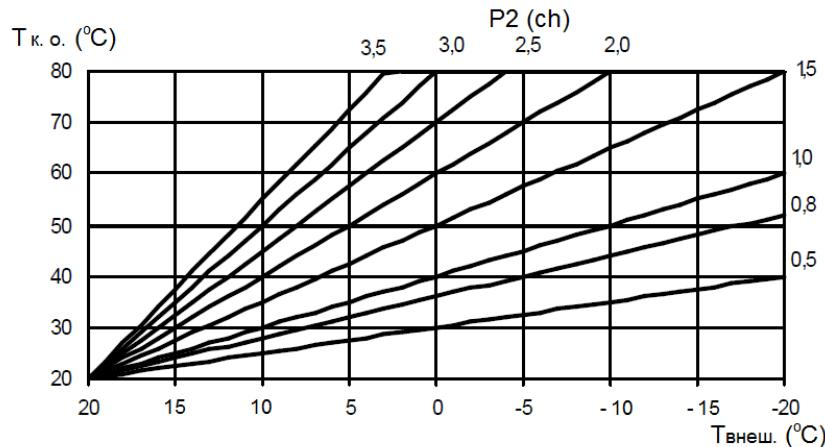

Рисунок 3 - график зависимости температуры в контуре отопления от внешней температуры при комнатной температуре 20 °C
- 2) с помощью изменения значений параметра P2 подобрать наиболее комфортную температуру воды в контуре отопления (см. рисунок 3).